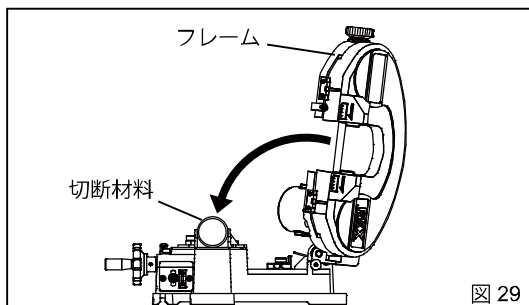

図 29
④ ノコ刃が十分に回転速度を上げてからゆっくりとフレームを降ろして切断材料の上にノコ刃を乗せます。(図 29)